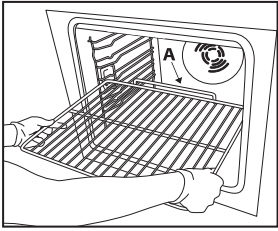

Fig. 1
1. Sett risten vannrett inn, slik at den opphøyde delen "A" peker opp (fig. 1).